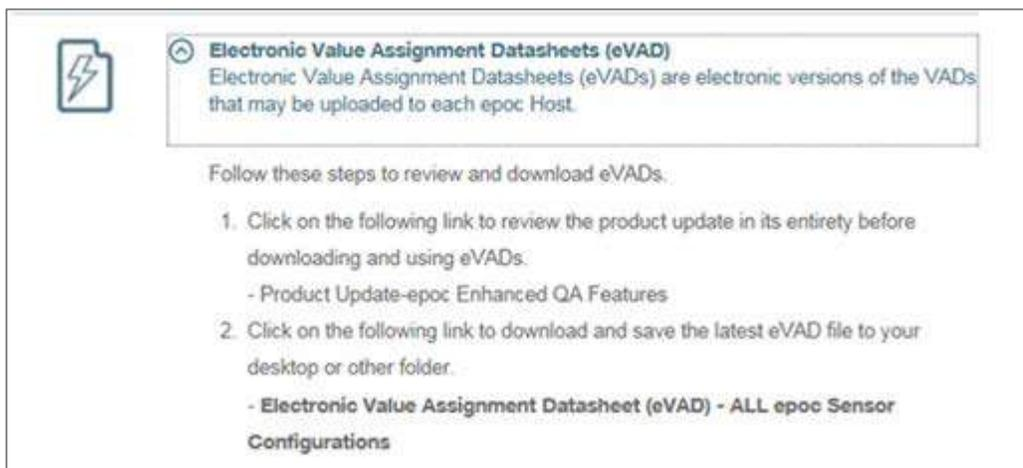

Fig. 4.
2. Siga as instruções (Fig. 4) para transferir o ficheiro eVAD para o seu ambiente de trabalho.